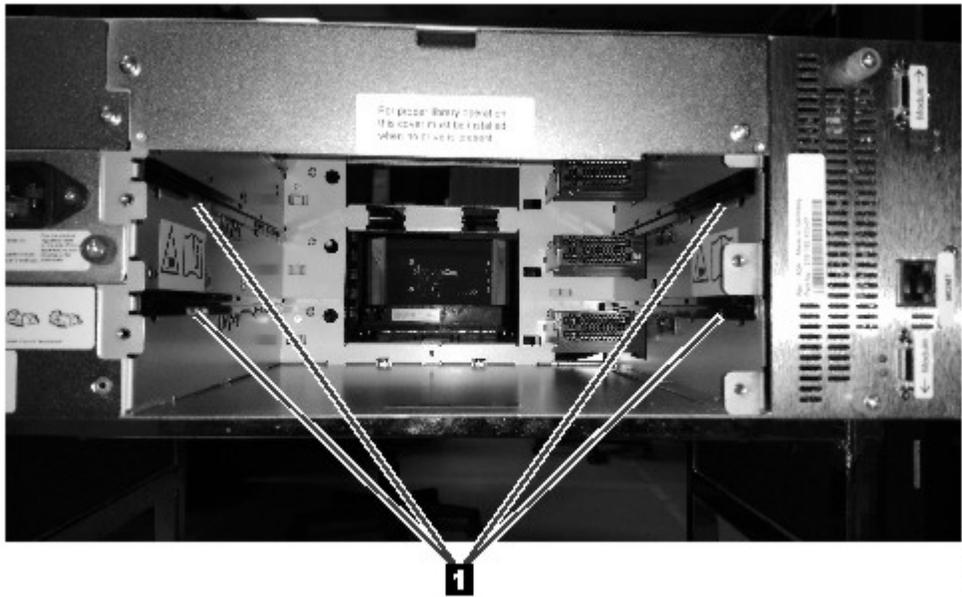

图 59. 对齐导轨
2. 将新磁带机对准磁带机托架，然后托住磁带机组件，沿着对齐导轨（图 59 中的 **1**）缓慢地插入。磁带机必须与磁带库的后面板平齐。